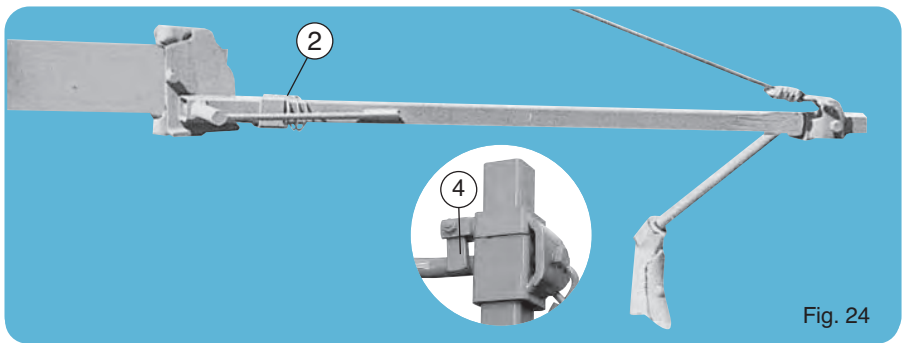

Fig. 24
- Fig. 24.** Standard row marker for frames of 3 m (9'11") / marking by shoe.
- Fig. 24.** Marcator rânduri standard pentru șasiuri de 3 m (9'11"). Marcaj cu sabot (opțional).
- Fig. 24.** Znacznik standardowy dla ramy 3 m. Znaczy ślad płozą z zębem.
- Fig. 24.** Стандартен маркир за рама от 3 м. Маркиране чрез сабо.